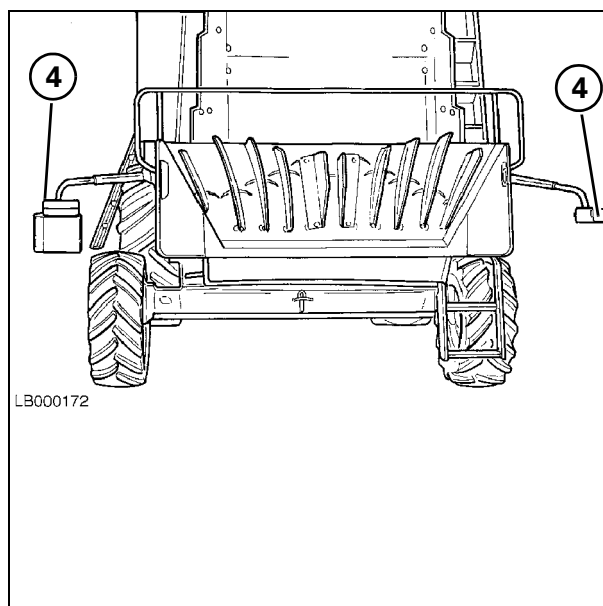

Рис. 93
- Задние фонари (4) (указатели поворота, габаритные фонари и стоп-сигналы) должны быть установлены на расстоянии 0-400 мм от габаритных размеров машины (Рис. 93).